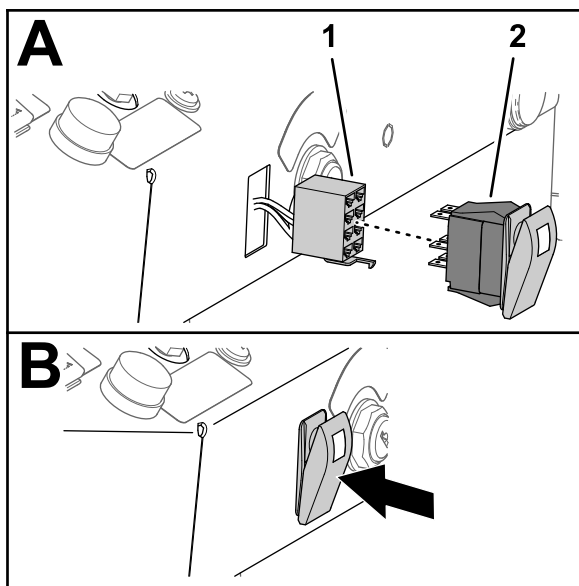

Figura 33
2. Allineate il connettore a 8 prese per il contattore di segnalazione di pericolo attraverso l'apertura nella plancia (Figura 33) che avete realizzato al passaggio 1.
3. Collegate l'interruttore a bilanciere illuminato al connettore a 8 prese per il contattore di segnalazione di pericolo (Figura 33).
4. Inserite l'interruttore a bilanciere nell'apertura della plancia fino a quando l'interruttore non scatta saldamente nella plancia (Figura 33).